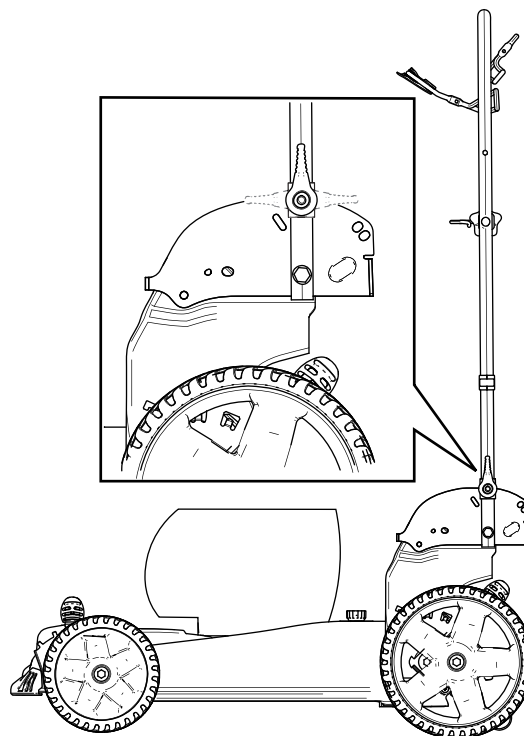

Figur 19
1. Fjern den elektriske start-knappen (Figur 19).